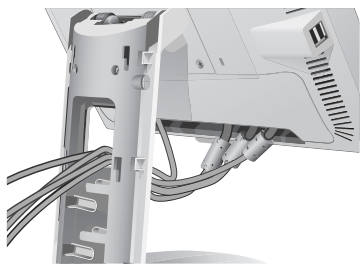

Figura C.4
6. Posizionare la copertura del connettore sull'alloggiamento posteriore (**figura C.4**).